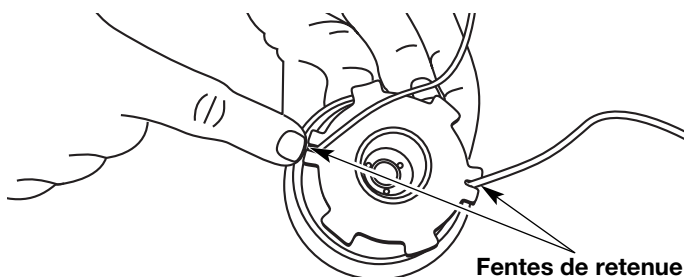

Fig. 19
- Insérez les extrémités du fil dans les deux fentes de retenue (Fig. 19).